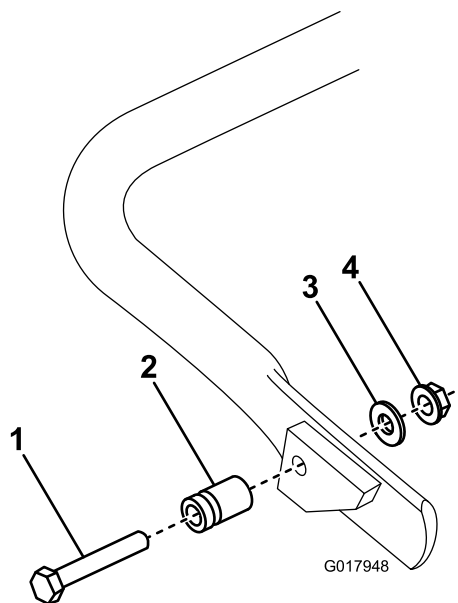

Figura 6
1. **En el GR1600 solamente,** conecte el anclaje del muelle al lado derecho del caballete (Figura 6) usando el perno, la arandela y la tuerca con arandela prensada suministrados.